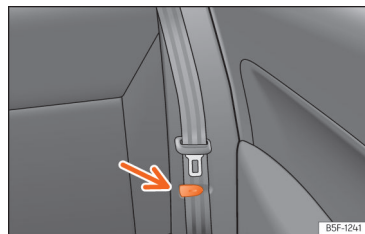

Fig. 95 Bancheta din spate: clema de fixare pe poziție a centurii de siguranță.
- Fixați centurile de siguranță ale scaunelor laterale în clemele din capitonaj »» fig. 95.